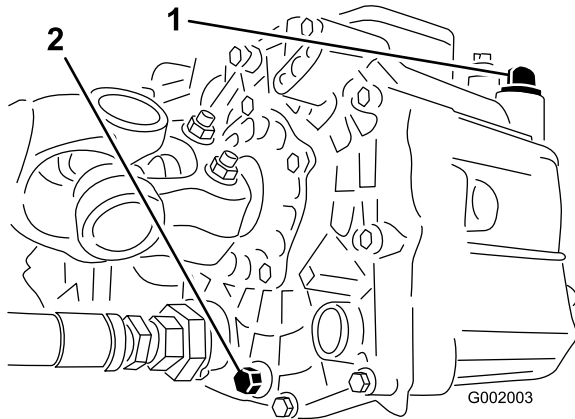

Figure 69
3. Retirez le bouchon de vidange sur le côté du réservoir et laissez l'huile s'écouler dans le bac de vidange (Figure 69).